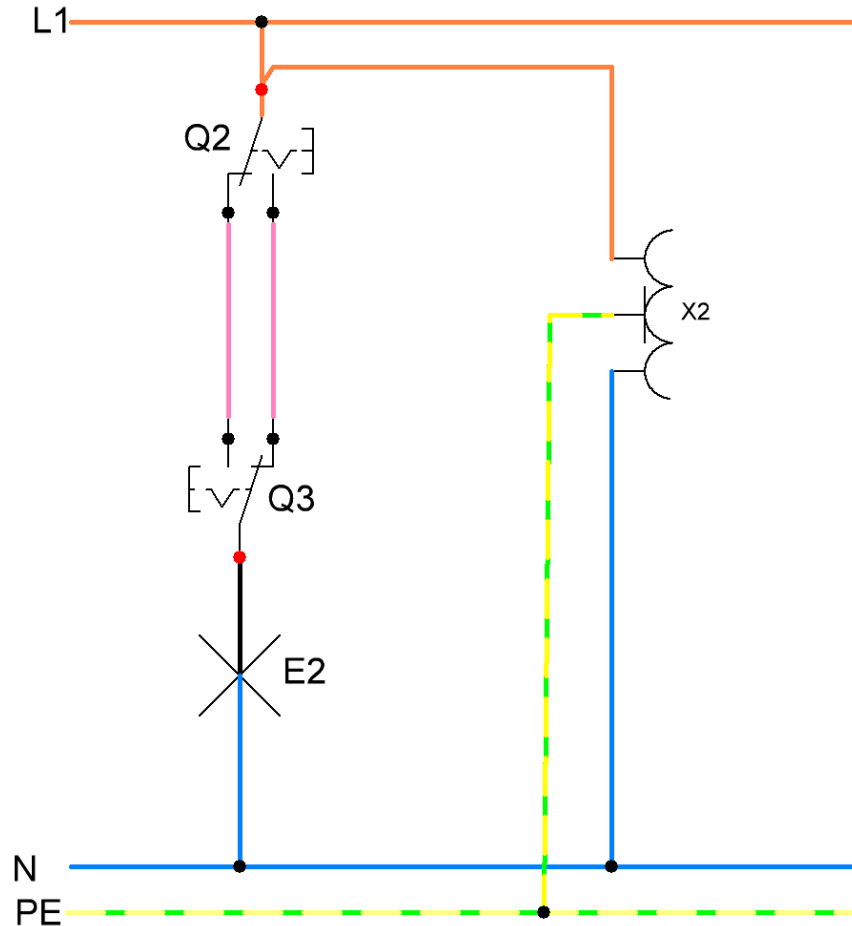

Abb. 21: Stromlaufplan des Flures in aufgelöster Darstellung
- h.) Muhamed ist sich zwar nicht ganz sicher, meint aber, dass es vom Flur eigentlich auch einen Stromlaufplan in aufgelöster Darstellung geben müsste. Du stimmst ihm sofort zu und ihr findet diesen in den Unterlagen von Herrn Pfennig (siehe Abb. 21).